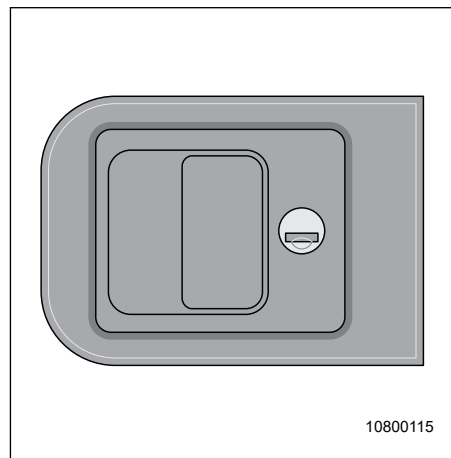

Fig. 33 Serrure de porte Variante 1
1. Insérer la clé dans le cylindre de fermeture (Fig. 33) et tourner d'un quart de tour en sens inverse horaire. La serrure est déverrouillée.